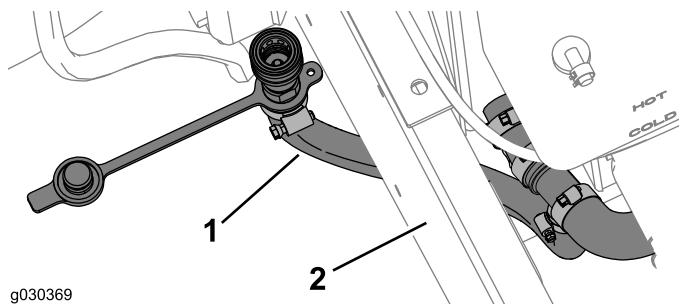

Figura 37
6. Encaminhe o tubo curto como se mostra na Figura 37.